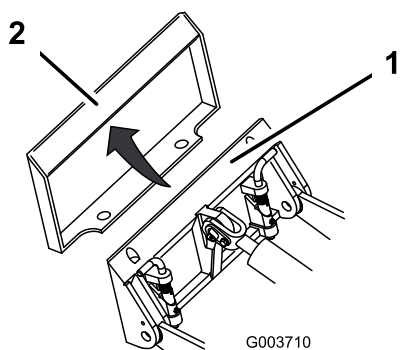

図 21
4. 取り付けプレートをアタッチメント受けプレートの上側にセットする（図 21）。